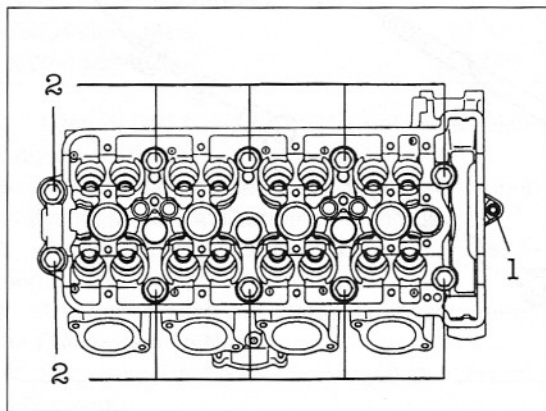
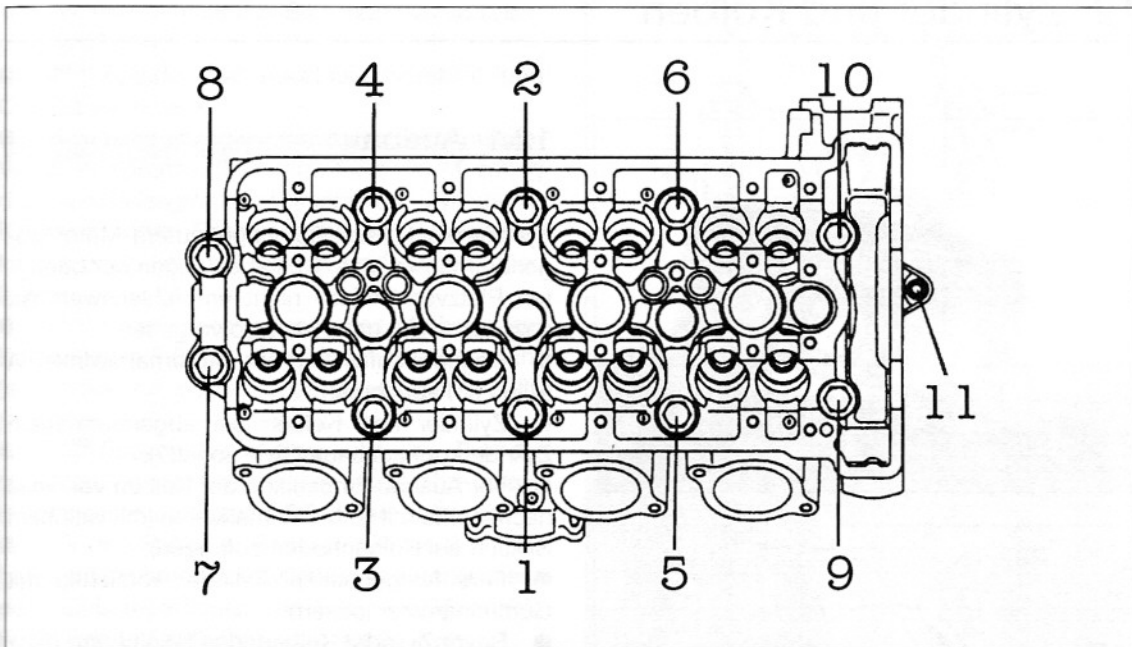

Bild 208
Bild 218
● Zuerst 6 mm-Zylinderkopfschraube ① (Bild 208), dann Zylinderkopfschrauben ② entgegen der Anzugsreihenfolge (Bild 218) schrittweise jeweils um $\frac{1}{2}$ Umdrehung lockern, dann erst ganz ausdrehen.
- 10 mm-Zylinderkopfschrauben ① – ⑩ (Bild 218) in zwei Durchgängen von innen nach aussen in der in Bild 218 angegebenen Reihenfolge anziehen.
- \triangle Schrauben ⑦ und ⑧ sind kürzer!